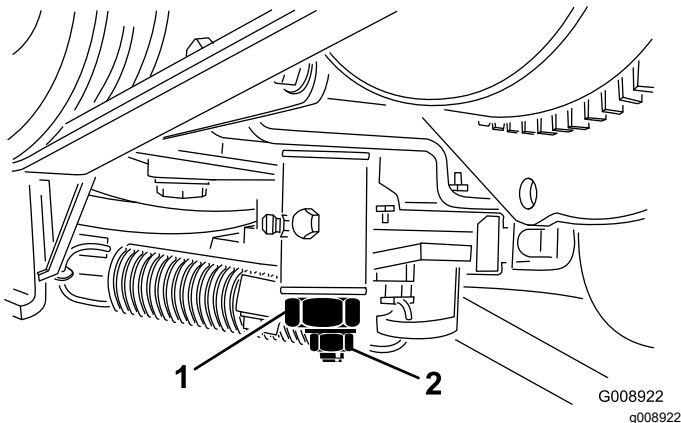

Figura 66
3. Desaperte a porca de bloqueio no excêntrico de tração (Figura 66).